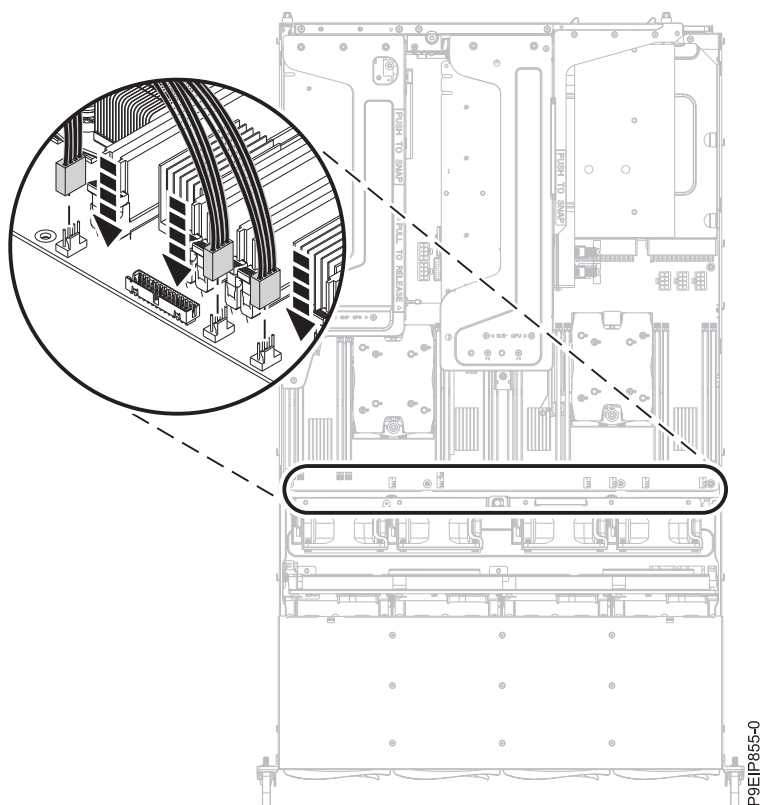

Figure 82. Connexion des câbles du ventilateur
22. Connectez les quatre câbles d'alimentation du ventilateur au fond de panier système, comme indiqué dans la figure 82, à la page 76.